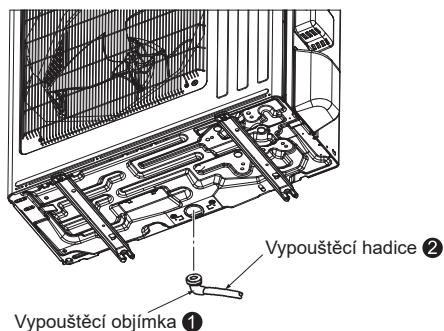

Fig. 4-1
4. Vypouštěcí potrubí venkovní jednotky (Fig. 4-1)